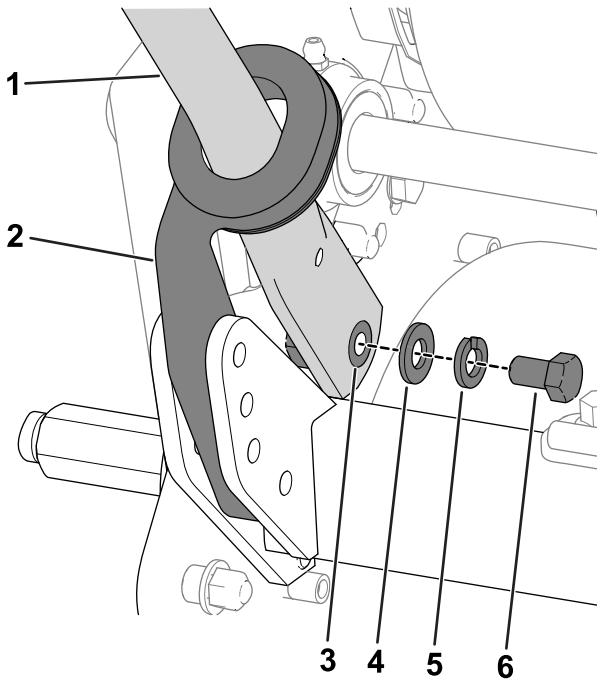

图4
4. 向内挤压手柄端部并将其安装到安装销上 图4。
5. 用之前卸下的螺栓% 英寸、垫圈和锁紧垫圈将手柄固定到安装销上 图4。